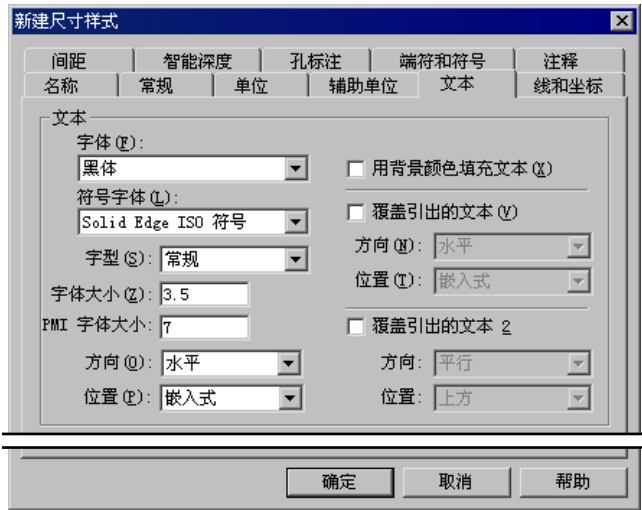

图 8.3.17 “文本”选项卡
Step5. 单击“新建尺寸样式”对话框中 **文本** 选项卡，然后设置图 8.3.17 所示的参数。